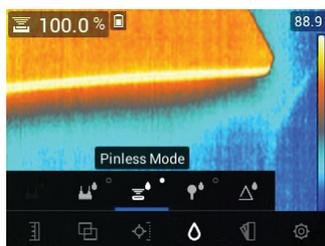

Figure 7.10 Sélection du mode Sans broche
- Sélectionnez le mode sans broche dans le système de menus (*mode Humidité/Sans broche*) ; voir la **Figure 7-10**).